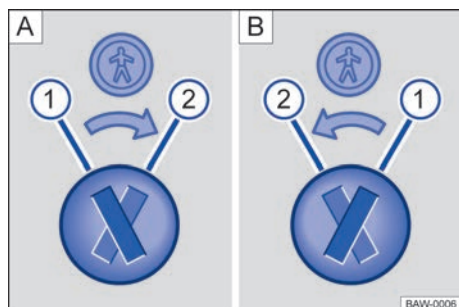

Fig. 43 Trava de segurança para crianças: **A** porta traseira esquerda, **B** porta traseira direita.
Legenda para → **Fig. 43**:
- Introduzir a haste da chave na ranhura da trava de segurança para crianças para ativar ou desativar → Fig. 43.